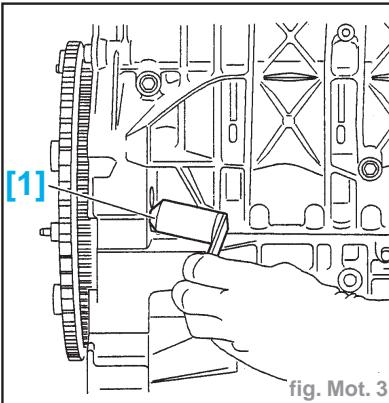

fig. Mot. 3
- la tôle (8)
- le boîtier de sortie d'eau (7)
- la plaque (6)
- la vanne EGR (5)
- Mettre en place l'outil [1] (réf. 0189C) (fig. Mot. 3).